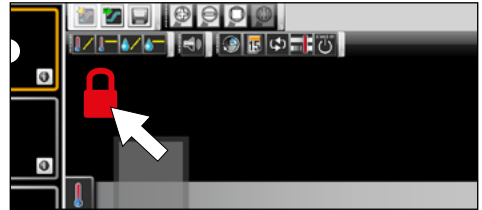

Fig. 12
- En caso de que un programa haya sido firmado digitalmente (véase la página 53), ya no se podrá modificar. En este caso, en la parte superior izquierda de la ventana de edición se visualizará un símbolo de candado rojo (Fig. 12). También se pueden añadir más firmas.